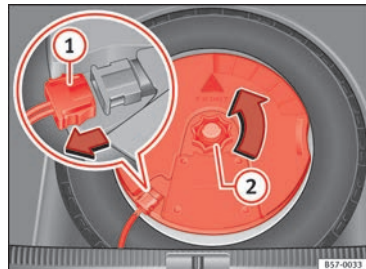

Fig. 256 Dans le coffre à bagages : démonter le subwoofer.
- Déconnectez le câble du haut-parleur *subwoofer* » fig. 256 ①.
- Dévissez la molette de fixation en la tournant dans le sens inverse des aiguilles d'une montre ②.